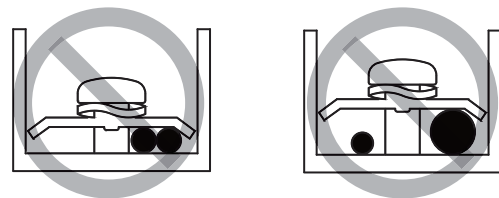

Abbildung 7.2
- Nicht zwei Stromversorgungskabel mit unterschiedlichen Durchmessern an dieselbe Stromversorgungsklemme anketten. Andernfalls können sich die Kabel aufgrund einer losen Verkabelung überhitzen (siehe Abbildung 7.2).